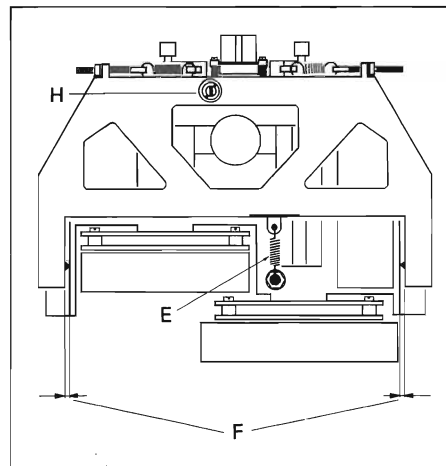

Fig. 3.3
- Bei früheren Geräten wird der Schwenkträger über die Rückzugsfeder [E] geerdet (Fig. 3.3, Ansicht von unten). Bei schlechtem Fremdspannungsabstand (schwankender Wert) wird empfohlen, die Masseverbindung Schwenkträger — Chassis durch den Einbau eines Massebandes (Best. Nr. 64.99.0116) sicherzustellen. (Ab Werk bei neueren Geräten bereits eingebaut).
- In previous units the pivoting carrier was grounded via the retraction spring [E] (Fig. 3.3, view from the bottom). If signal to noise ratio is insufficient (unstable value) we recommend to add a separate ground wire between chassis and pivoting arm (order no. 64.99.0116). (Later units have been equipped ex works with this grounding wire).
- Dans le cas d'appareils plus anciens, le support pivotant des têtes était relié à la masse par le ressort de rappel [E] (Fig. 3.3, vue de dessous). Lors d'un mauvais recul du bruit de fond (valeur non stable) il est recommandé de relier la masse du support pivotant à la masse du chassis à l'aide d'une tresse de masse (no. de commande 64.99.0116). (Cette modification est faite au départ de l'usine pour des appareils plus récents.)
- Kontrollieren, ob die beiden Gewindestifte an den Drehpunkten des Schwenkträgers so eingestellt sind, dass auf beiden Seiten der Abstand Schwenkträger – Doppelkapstanguss [F] gleich gross ist (Fig. 3.3). Der Schwenkträger sollte sich spielfrei und ohne zu klemmen in den Drehpunkten bewegen. Falls nötig, die Gewindestifte entsprechend korrigieren, und mit dem Spezialschraubendreher 46161 die dazugehörige Schlitzmutter festdrehen.
- Die Eintauchtiefe wird mit der Einstellschraube [H] (Fig. 3.3) so eingestellt, dass das andere Ende des Mess-Schiebers sich im Bereich der eingeprägten Markierung befindet.
- Ensure that the two headless setscrews at the pivoting point of the carrier are adjusted in such a manner that the clearance between pivoting carrier and dual capstan casting [F] is identical on both sides (Fig. 3.3). The pivoting carrier should move freely and without binding in its pivots. If necessary, adjust the headless setscrews and tighten the corresponding slotted round nut with the aid of the special screwdriver 46161.
- Adjust engaged length by adjusting screw [H] (Fig. 3.3) in such a manner that the opposite end of the measuring slide is located within the area of the milled marking.
- Les tiges filetées des points de rotation doivent être réglées de telle façon que la distance entre le support pivotant et le châssis du double cabestan [F] soit la même de part et d'autre (fig. 3.3). Le support pivotant doit se déplacer autour des points de rotations sans jouer ni gripper. Le cas échéant, corrigez la position des tiges filetées et serrez l'écrou fendu correspondant.
- Ajustez la profondeur de pénétration à l'aide de la vis [H] (fig. 3.3) de façon à ce que l'autre extrémité du curseur soit en face du repère fraisé.